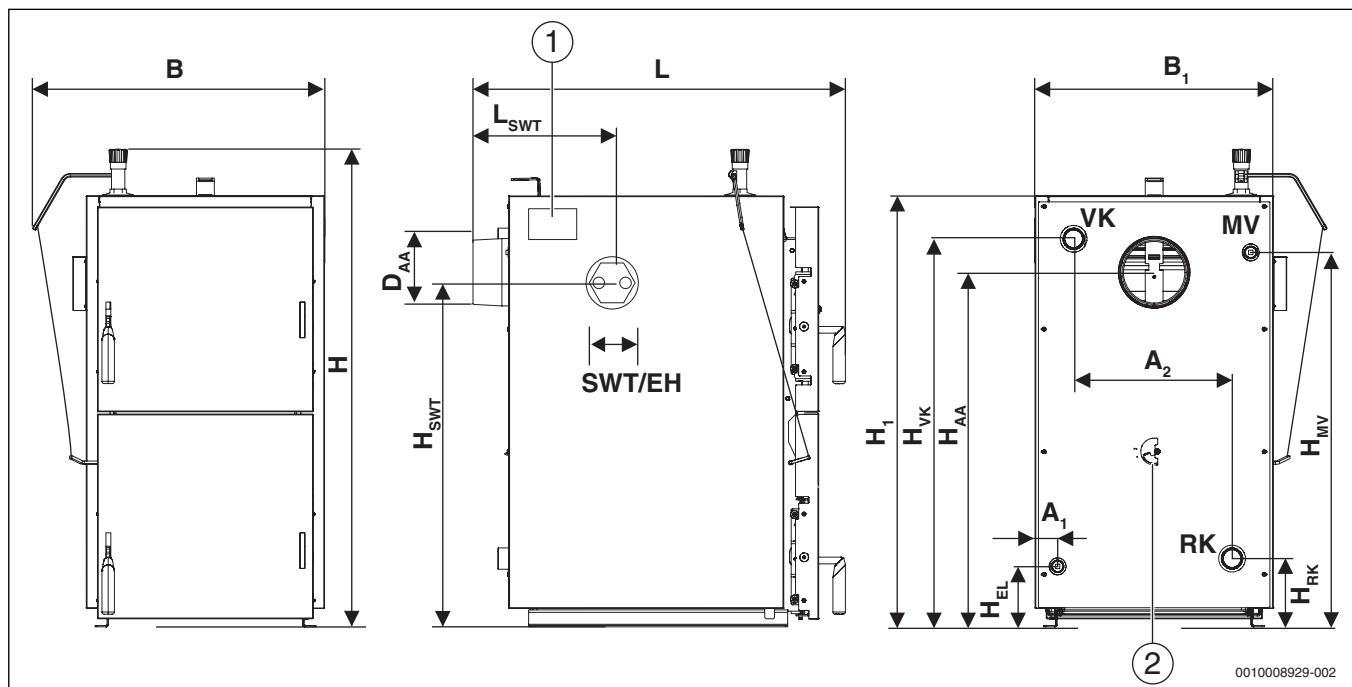

Рис. 5 Размеры Logano S131-22 H
- Наклейте заводскую табличку в хорошо доступном и видимом месте, например, вверху на боковую стенку котла (→ рис. 5, стр. 7).